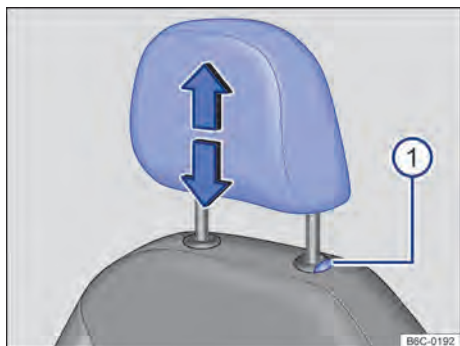

Fig. 65 Apoyacabezas delantero: desinstalar.
- Retirar el apoyacabezas con el botón → fig. 65 ① presionado.
- Empujar hacia abajo totalmente el apoyacabezas con el botón → fig. 65 ① presionado.